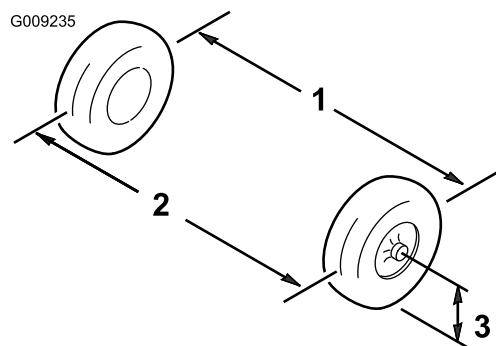

Рисунок 47
3. Измерьте расстояние между обеими передними шинами на уровне моста, с передней и задней стороны передних шин (Рисунок 47).